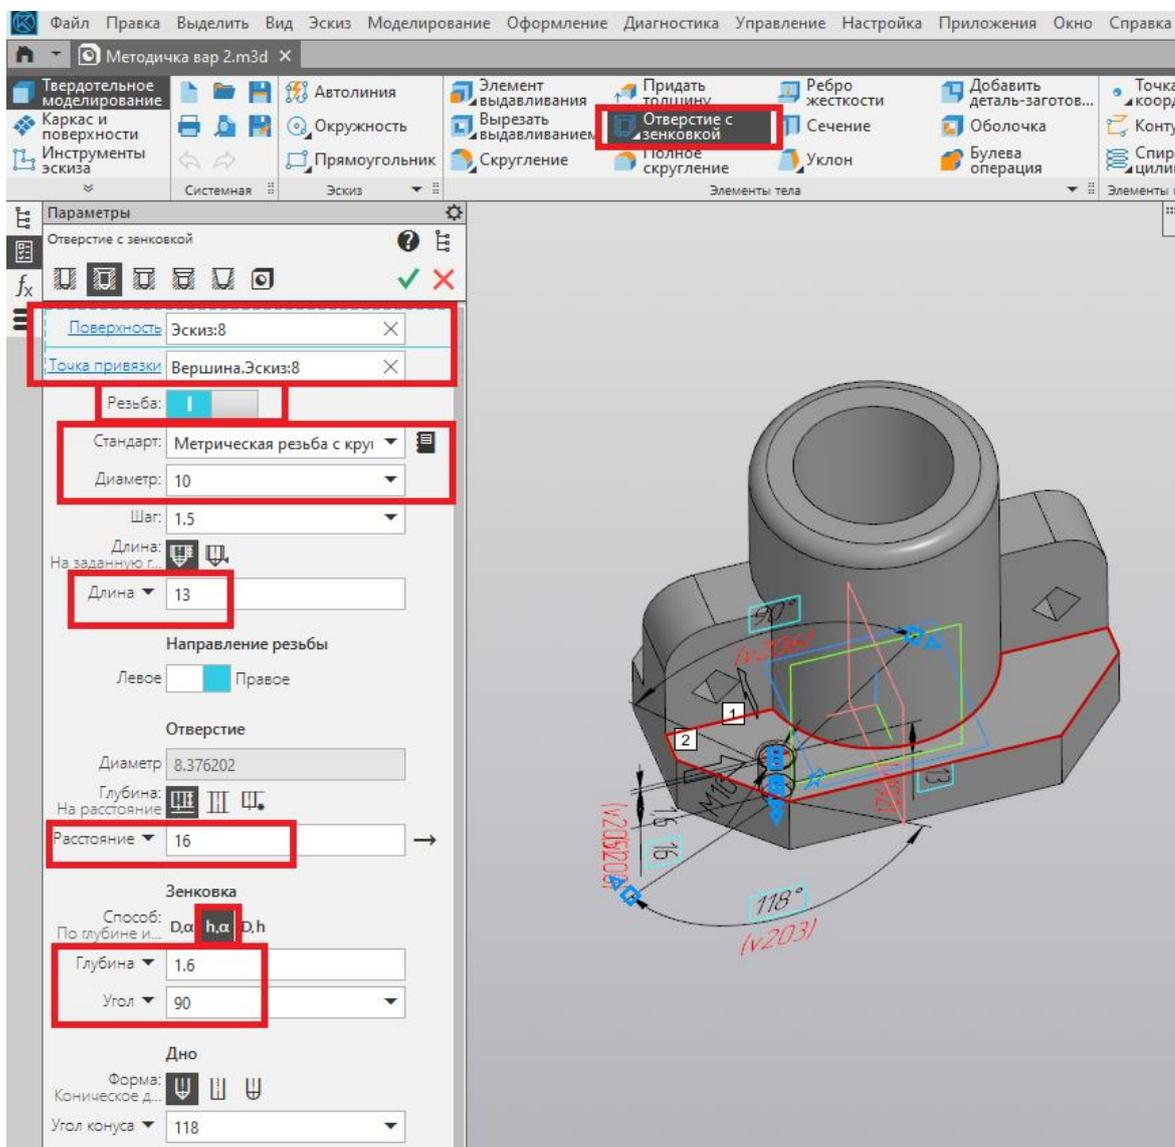

Рис. 110
38. Далее используем команду «Отверстие с зенковкой». Задаём параметры резьбового отверстия и привязываем его к точке (рис. 110).